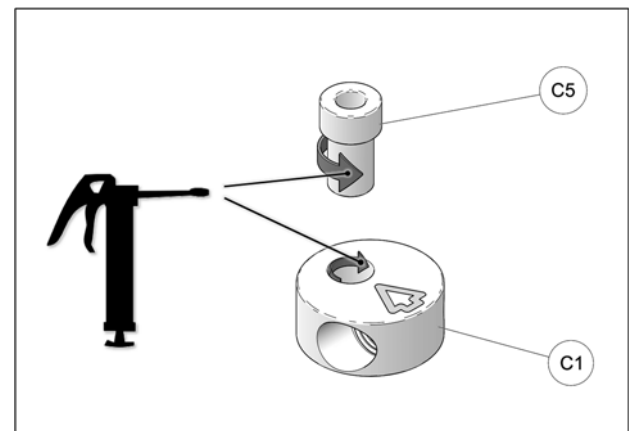

Fig. 23
- À l'assemblage, les bagues espaceurs (C5) doivent être graissées. Appliquer une couche de graisse uniforme sur toute la circonférence de la bague espaceur et dans le logement du disque en aluminium (C1). Voir la Fig. 23